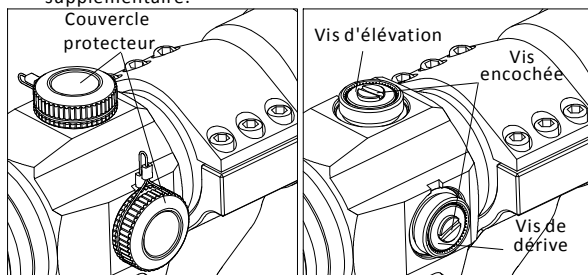

Fig 6
1. Sur le viseur est l'altitude ajustant le bouton, enroulement ajustant le bouton est du bon côté (voir le Fig6), le viseur a été usine mise à zéro.
2. D'abord ouvrez le chapeau protecteur (voir le Fig6), placez le type tournevis de fente dans la vis encochée, puis tournez la vis pour redresser ou gauche pour l'ajustement. Chacun gauche ou droit - le clic est pour un mouvement équivalent à 0,5 valeurs de MOA.